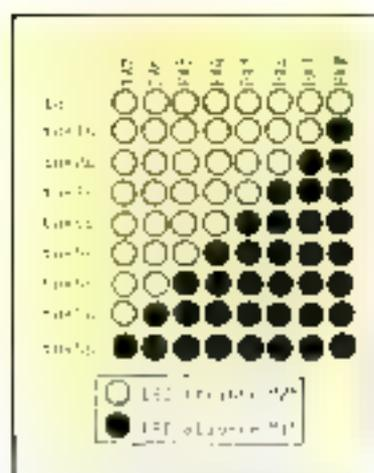

Fig. 12. État du programme Basic sur le ZX81 de page 11.
d) Comme le montre la figure 12, on utilise la RAM du ZX 81 comme mémoire de transfert des 16 octets. Si nous avons décidé de conserver en RAM l'intégralité des octets entrés par l'utilisateur, nous étions dans l'obligation d'utiliser l'extension 16 Ko, ce qui pénalisait les gens ne disposant pas de RAM additionnelle. Ici, avec le ZX 81 version de base 1 Ko, il reste à l'utilisateur 998 octets libres.